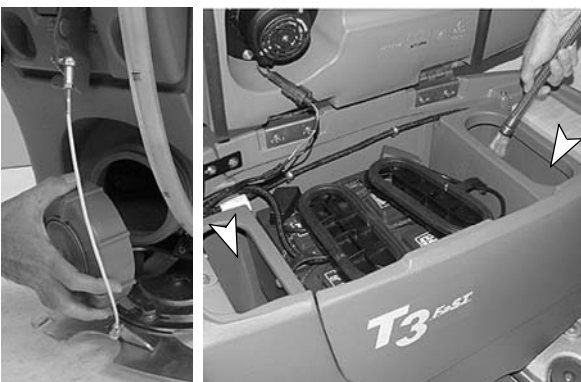

РИС. 30
2. Чтобы промыть бак раствора, снимите крышку очистного отверстия на тыльной стороне машины и обрызгайте (максимум 60°C) водой непосредственно через два порта наполнения, расположенных под баком утилизации (Рисунок 30).